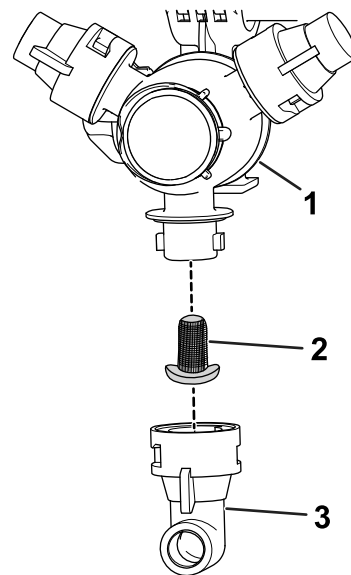

Figura 53
2. Retire la boquilla de la torreta de fumigación (Figura 53).
3. Retire el filtro de la boquilla (Figura 53).
5. Instale el filtro de la boquilla (Figura 53).
6. Instale la boquilla en la torreta de fumigación (Figura 53).